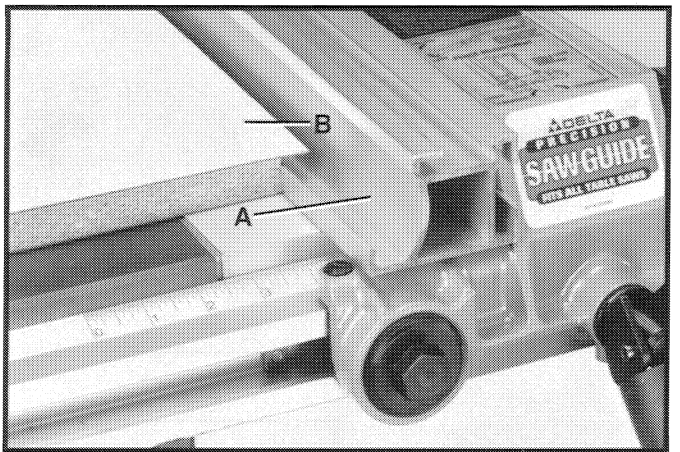

Fig. 87
Durante el corte a lo largo de materiales cuyo chapado se extiende sobre el material, la guía (A) debe estar en la posición horizontal con el chapado (B) extendiéndose sobre el borde de la guía, como aparece en la Fig. 87.